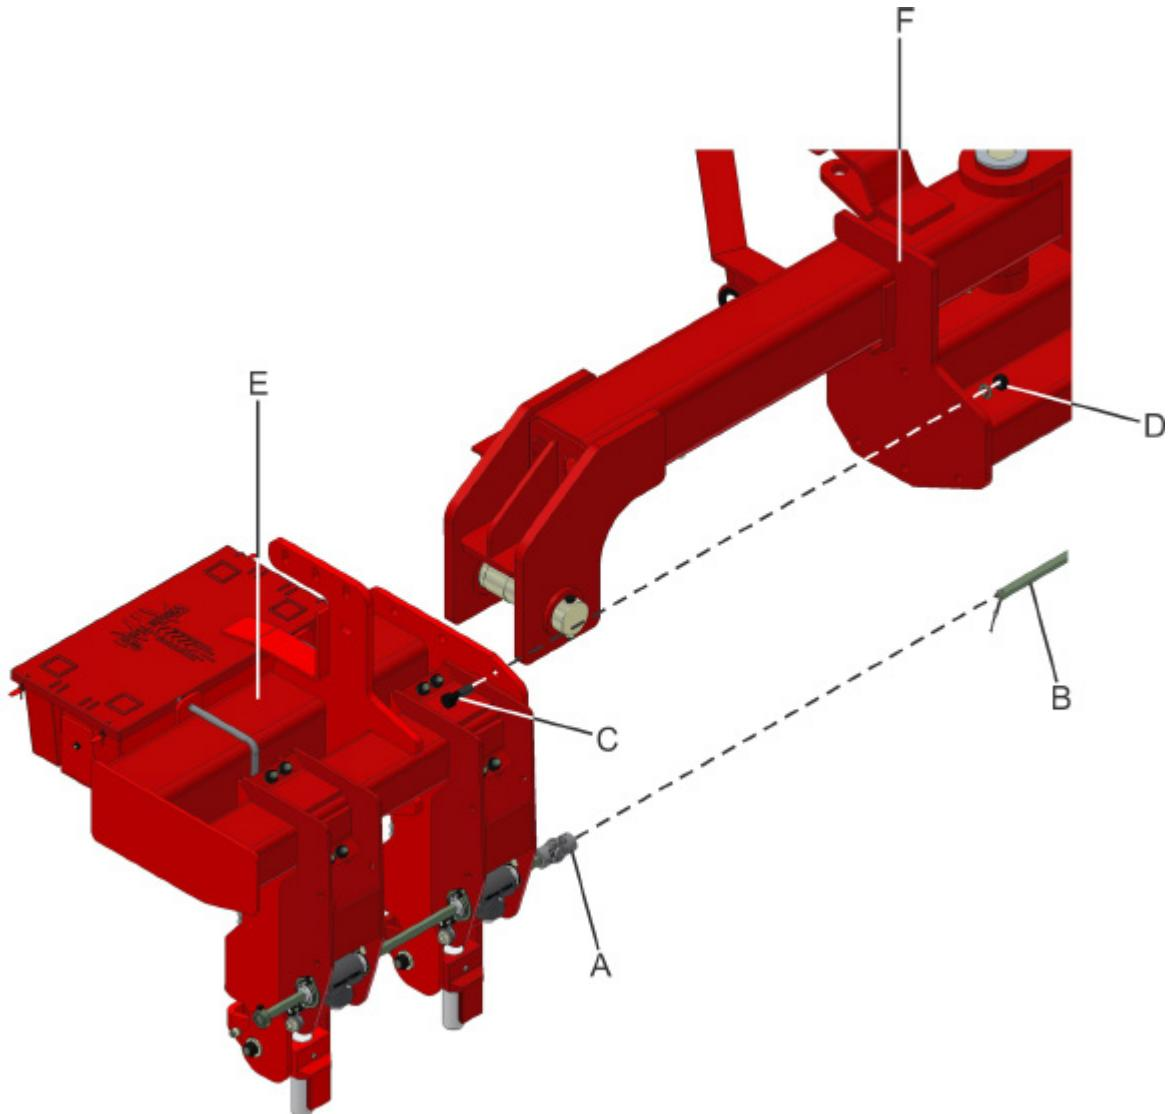

fig. 03
Para a montagem do chassi central esquerdo pequeno (E) (fig. 03) no chassi central (F), deve-se unir as duas peças e fixá-las com seis parafusos sextavados M20x60 (C) e seis porcas sextavadas M20 (D), acoplando também o terminal (A) no eixo (B).